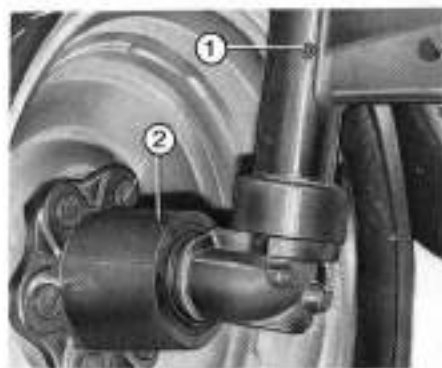

Fig. 24
### Moyeux (2 fig. 24)
**Toutes les 50 heures:** graissage (1 fig. 24)